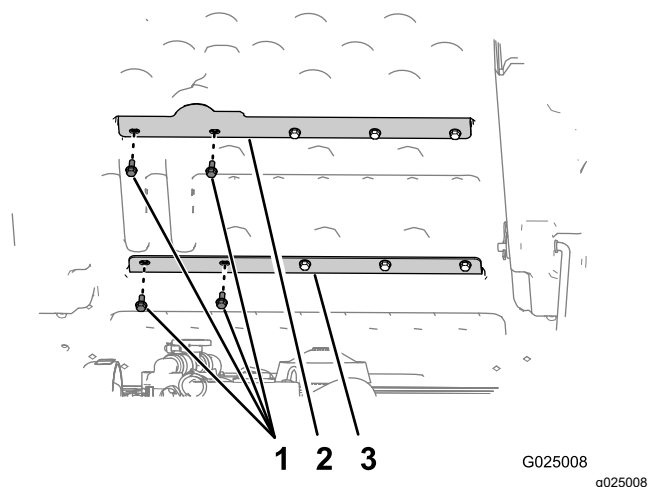

Figure 5
1. Retirez les 2 boulons à l'extrême gauche (5/16" x 3/4") qui fixent le renfort de plateau supérieur au plateau (Figure 5).
2. Retirez les 2 boulons à l'extrême gauche (5/16" x 3/4") qui fixent le renfort de plateau inférieur au plateau (Figure 5).